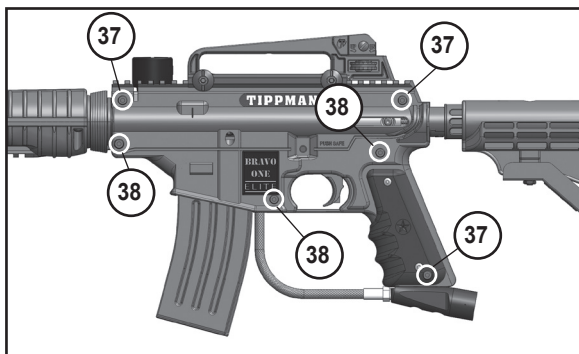

Figure 13: Enlevez les vis du Corps gauche
3. Insérez cinq des six vis du receveur comme montré en Figure 13. Ne montez pas la partie inférieure gauche n°38 (comme indiqué en Figure 13)
4. Remontez le Garde Main complet et fixez avec les vis restant (38) de l'étape 3.
5. Attachez l'ASA (7), serrez deux vis (39 et 40) (NOTE: n° 39, est la vis la plus petite de l'adaptateur et se monte à l'avant comme indiqué).
6. Appliquez de l'huile pour marqueur sur le joint du canon, insérez le canon (51) et vissez-le soigneusement.
7. Glissez le Feeder (41) dans le receveur et secouez jusqu'à ce que le attache du feeder (33) se mette en place.
8. Appuyez sur les 2 encoches du chargeur (55) et glissez celui-ci dans le marqueur jusqu'à ce qu'il se mette en place.